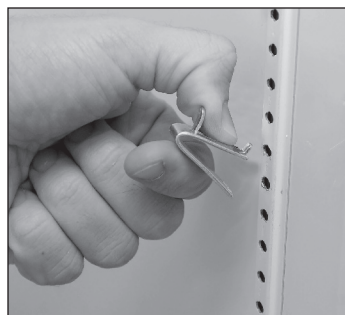

Fig. 1. Instalación de la pestaña superior del elemento de fijación del estante.
1. Enganche los elementos de fijación de los estantes en los perfiles para estantes. Véase la fig. 1.